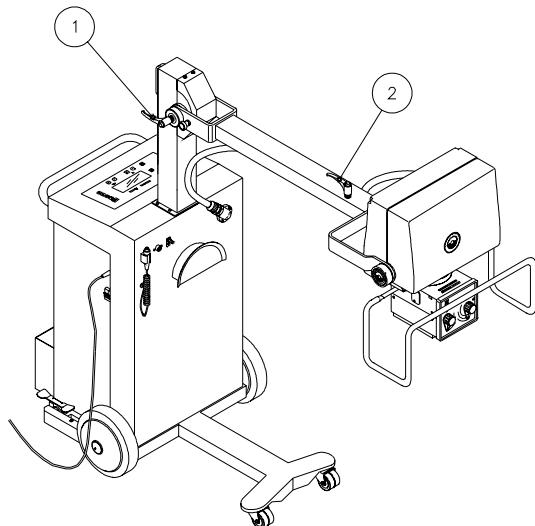

Fig. 3
- Release the braking handle (see Fig. 3 pos.1)
- Sbloccare la maniglia di frenatura (vedi Fig. 3 pos.1).
4. Release the proper braking handle (see Fig. 3 pos.2), check the correct monobloc-collimator group rotation ($\pm 180^\circ$) in respect of its longitudinal axis (see Fig. 8). Then check the proper goniometer indication.
- Sbloccando l'apposita maniglia di frenatura (vedi Fig. 3 pos.2), verificare la corretta rotazione del gruppo monoblocco-collimatore di $\pm 180^\circ$ rispetto l'asse longitudinale dello stesso (vedi Fig. 8). Verificare la corretta indicazione del goniometro.